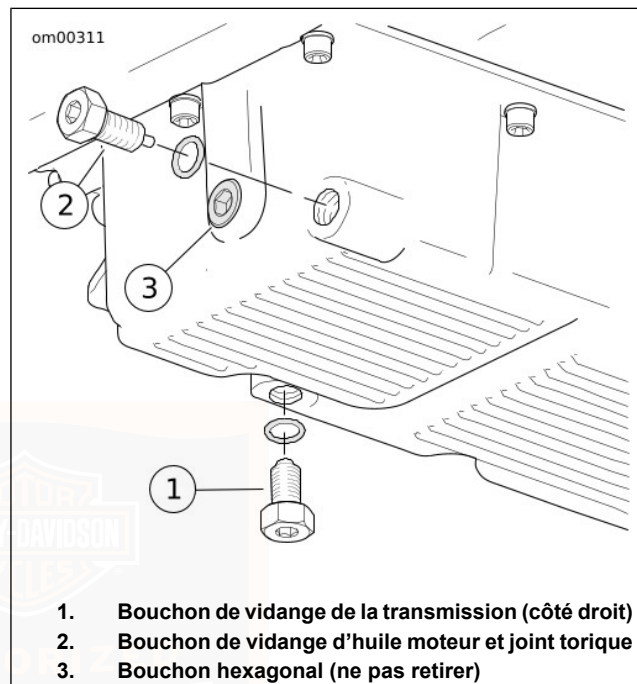

Figure 54. Carter d'huile
3. Voir Figure 54. Déposer le bouchon de vidange d'huile (2). Ne pas enlever le bouchon hexagonal (3) ni le bouchon de vidange de la transmission (1). Laisser l'huile se vidanger complètement.